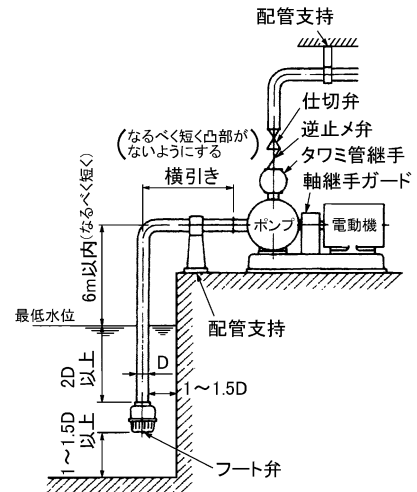

図 2 据付図
- (1) ポンプに吸込配管、吐出し管の荷重がかかると芯狂いの原因となりますので、図 2 のように十分な配管支持をしてください。
- (2) 配管が長い場合、実揚程が高い場合、自動運転の場合、および 2 台以上のポンプの並列運転の場合には必ずポンプの吐出し側に逆止め弁を取付けてください。逆止め弁は、ポンプ本体と吐出し弁の間に取付けてください。
- (3) 装置上どうしても空気だまりが避けられない箇所には、空気抜き弁を取付けてください。ただし、吸込配管などで負圧になる所には取付ないでください。逆に空気を吸込みます。
- (4) 水撃（ウォーターハンマ）がおこる危険性のある場合は、急閉逆止め弁を設けるなどの対策を施してください。
- (5) 吸上げの場合
- (a) 吸込配管の末端は図 2 のように管径 (D) の 2 倍以上深く、底より 1~1.5D 以上離してください。